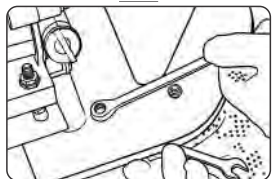
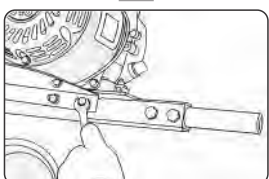
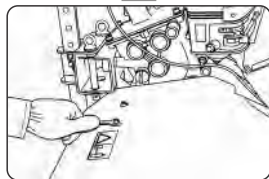

Рис.8.1 (МБ4, МБ5)
Рис.8.2
Рис.8.3
- Установите и выровняйте защитные крылья. Закрепите при помощи болтов М6Ø16, шайб Ø6 и гаек М6 (рис. 8.1 - для МБ4 и МБ5); болтов М8х16 в передней части и М6х16, шайб Ø6 и гаек М6 в задней части (рис. 8.2 и рис. 8.3 для МБ3).